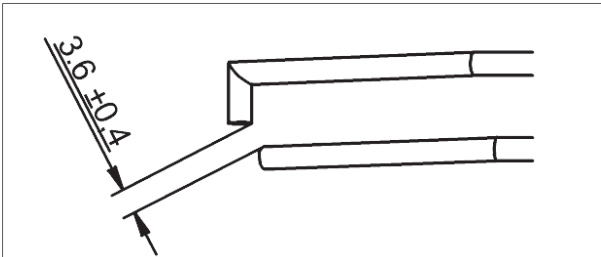

Figure 24 - Écart entre les deux électrodes
- b. L'écart entre les deux électrodes doit être égale à  $(\pm)$  mm (figure 24).